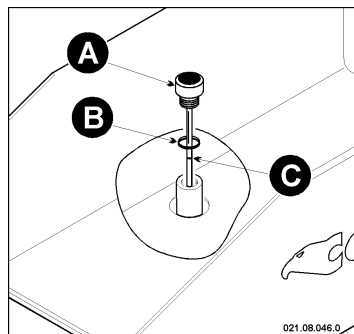

Abb. 60 – Ölstand
ist, wenn, Kälte, erreicht das Öl die rote Linie "C" auf der Basis der Warnung (siehe Abb. 60).
- Verschlusskappe "A" des Tanks abnehmen (Abb. 60);